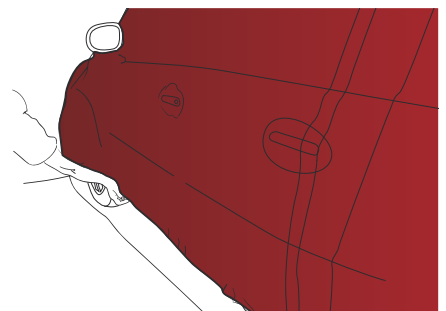

Figure 22
- › Une fois le passage des poignées fait, tendre le film jusqu'au bas de caisse (FIG. 22).